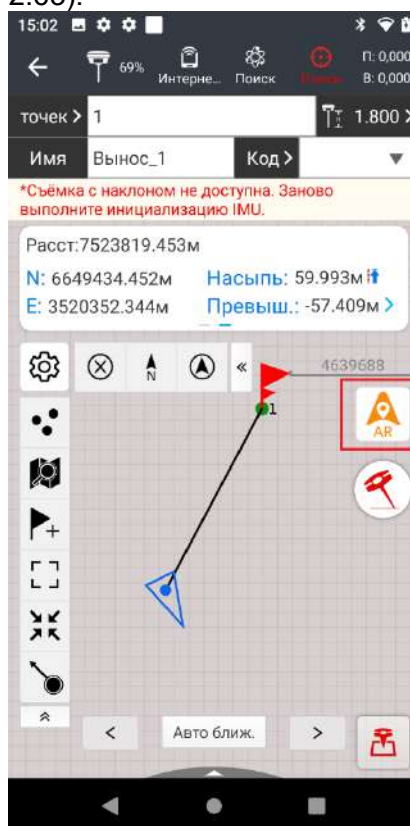

Рис. 2.63
2. Нажать на иконку **AR** (Рис. 2.63).